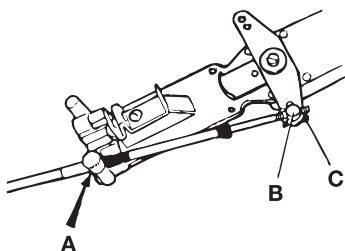

Fig. 9
- Stecken Sie den Getriebe-Schaltzug durch eine der Schaltzug-Halterungen A Fig.9) und stellen Sie sicher, dass der Zug sicher eingerastet ist.
- Setzen Sie den Nippel in das richtige Loch des Getriebe-Schaltrams (B Fig.9) und sichern Sie den Nippel mit dem Splint (C Fig.9).